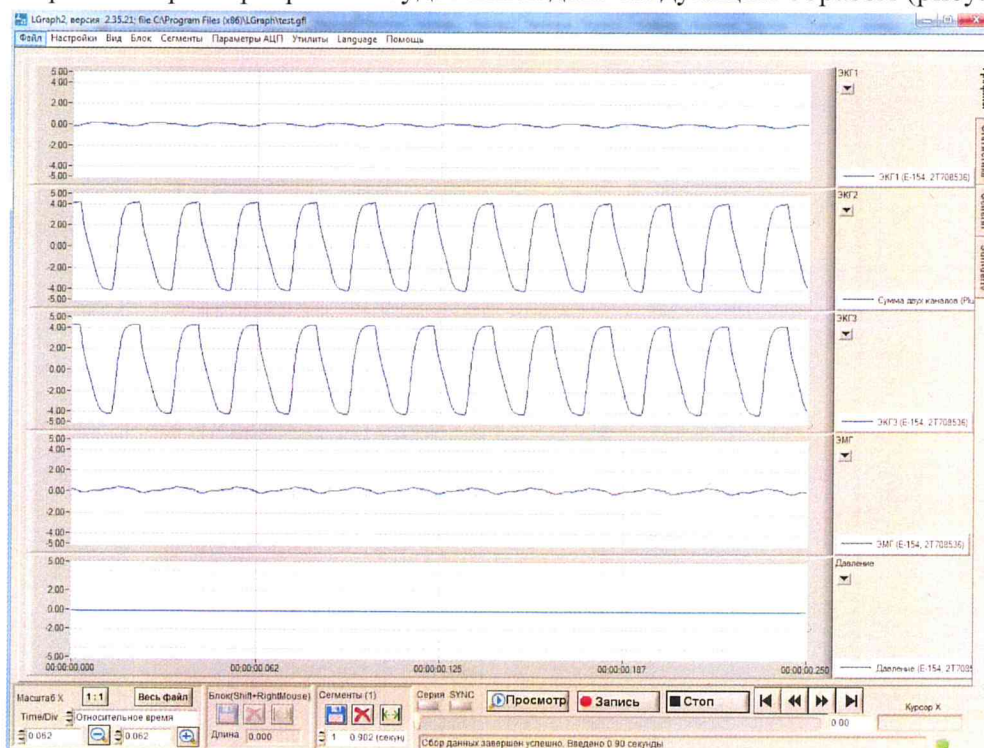

Рисунок 55. Экран программы
- 9) После настройки экран программы будет выглядеть следующим образом (рисунок 55).